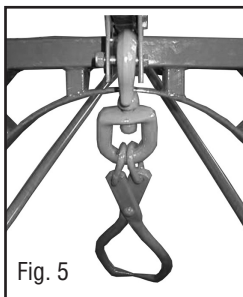

Fig. 5
11. La poignée de rallonge (n° 3) est facultative. Glissez la poignée de rallonge sur la languette à l'extrémité de la poignée (n° 2) jusqu'à ce que les orifices soient alignés. Glissez le boulon M10x40 (n° 14) dans la poignée de rallonge et la languette. Glissez une rondelle $\phi 10$ (n° 12) et des contre-écrous M10 (n° 11) sur le boulon et serrez (voir la fig. 5).